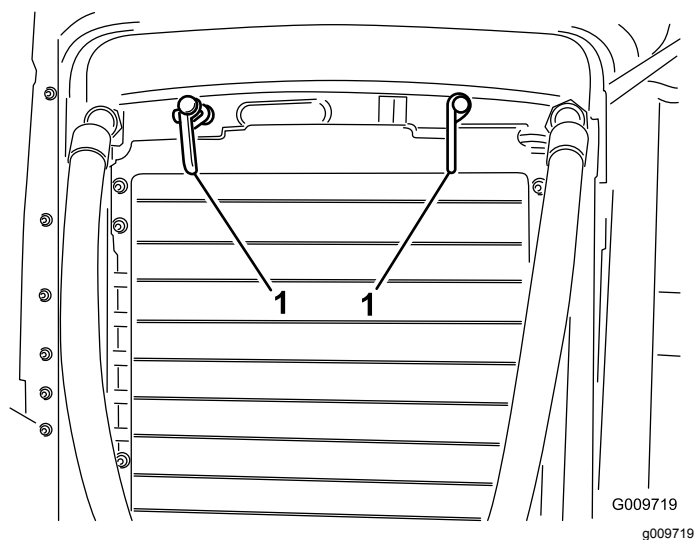

Figura 51
2. Rode os trincos (Figura 51) que fixam o dispositivo de arrefecimento de óleo ao chassi.